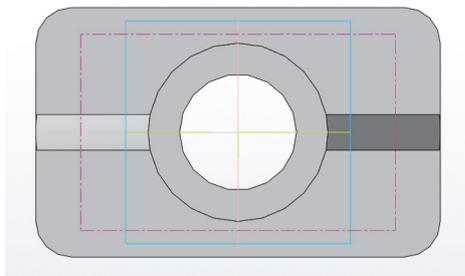

Рис. 5.14
2. Тонкой линией выполнить разметку центров отверстий (100×45 мм). Использовать команду **Прямоугольник** → **По центру и вершине** (рис. 5.14).